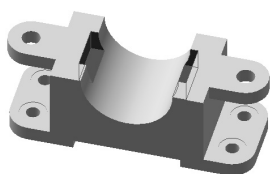
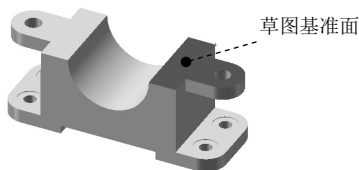
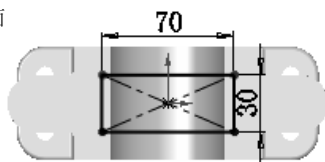

图 5.23.21 切除-拉伸 1
图 5.23.22 草图基准面
图 5.23.23 横断面草图
Step12. 创建如图 5.23.21 所示的零件特征——切除-拉伸 1。
(1) 选择命令。选择下拉菜单 **插入(I)** → **切除(C)** → **拉伸(E)...** 命令。
(2) 定义特征的横断面草图。选取如图 5.23.22 所示的模型表面作为草图基准面；绘制如图 5.23.23 所示的横断面草图；选择下拉菜单 **插入(I)** → **退出草图** 命令，系统弹出“切除-拉伸”对话框。
**注意：**在绘制图 5.23.23 所示的横断面草图时应使用“中心矩形”命令，并约束所绘矩形中点与原点重合。